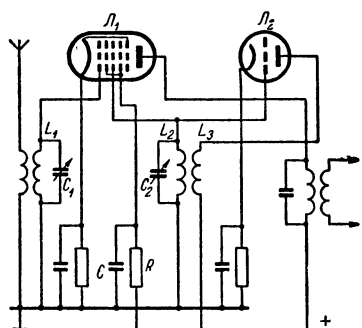

Рис. 95. Значительно более совершенная схема преобразования частоты на гексоде.
Н. — На рис. 95 видно, что такой сеткой, образующей бутерброд, является ближайшая к аноду. Впрочем, я не усматриваю в этом каких-либо неудобств. Как же называется такая лампа с семью электродами?
**Н.** — Из рис. 95 можно заключить, что обе экранирующие сетки соединены между собой в самой колбе.